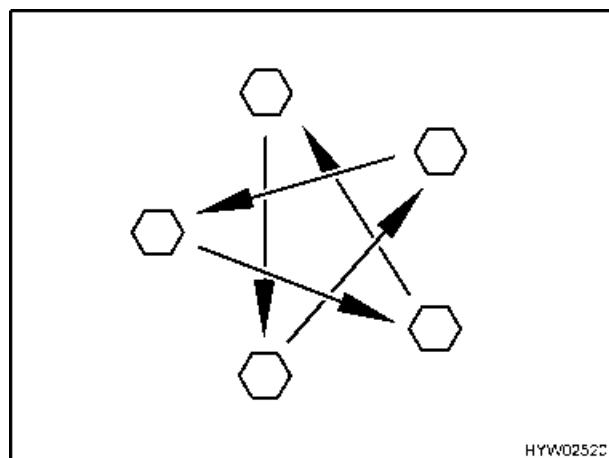

Bild 105 Radmuttern oder Radschrauben über Kreuz anziehen
- Radmuttern oder Radschrauben regelmäßig auf festen Sitz prüfen. Radmuttern oder Radschrauben eines ausgewechselten Rades nach 50 km über Kreuz nachziehen (Bild 105). Anziehdrehmoment siehe Abschnitt Anziehdrehmoment.
- Radmuttern oder Radschrauben über Kreuz anziehen (Bild 105). Anziehdrehmoment siehe Abschnitt Anziehdrehmoment.